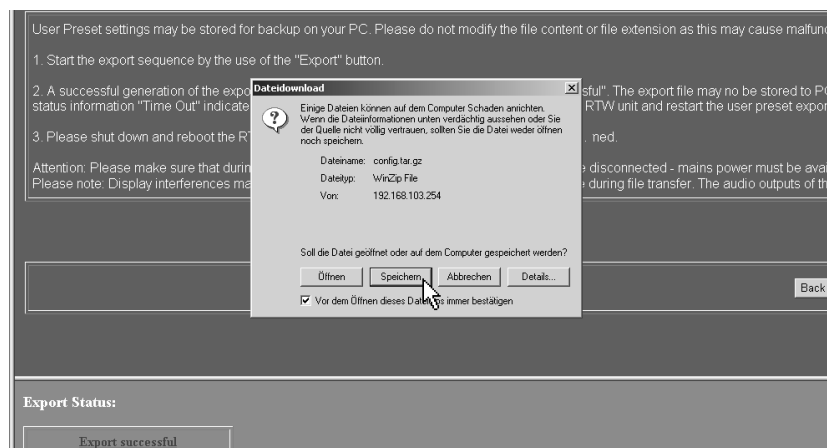

Bild 8-14: Der Dialog „Dateidownload“ zur Bestimmung des Speicherortes
6. Das Dialogfeld für den Dateidownload erscheint. Klicken Sie auf „Speichern“ (siehe Bild 8-14).